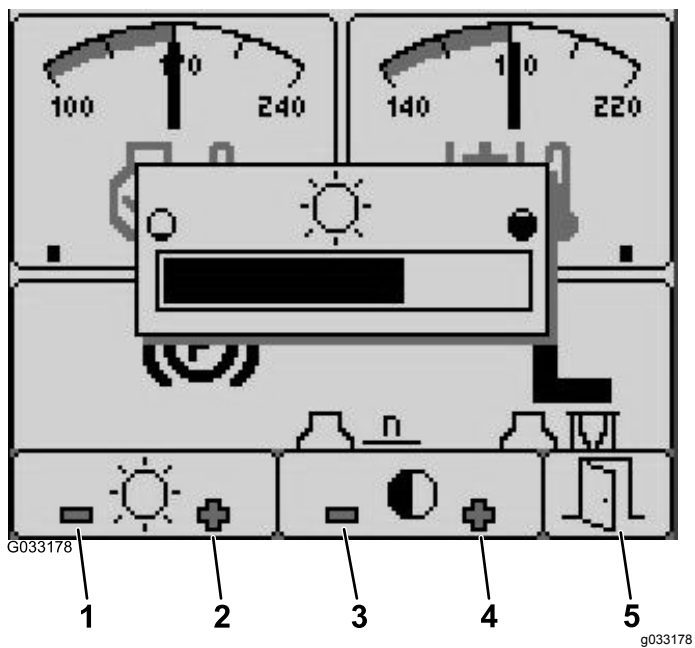

Figura 27
1. Desde la pantalla de inicio, pulse el botón 5 para acceder a la barra de menús emergentes de brillo/contraste (Figura 27).
2. Pulse el botón 1 para reducir el brillo, el botón 2 para aumentar el brillo, el botón 3 para reducir el contraste y el botón 4 para aumentar el contraste (Figura 27).
3. Cuando haya ajustado el brillo/contraste, pulse el botón 5 para salir (Figura 27).